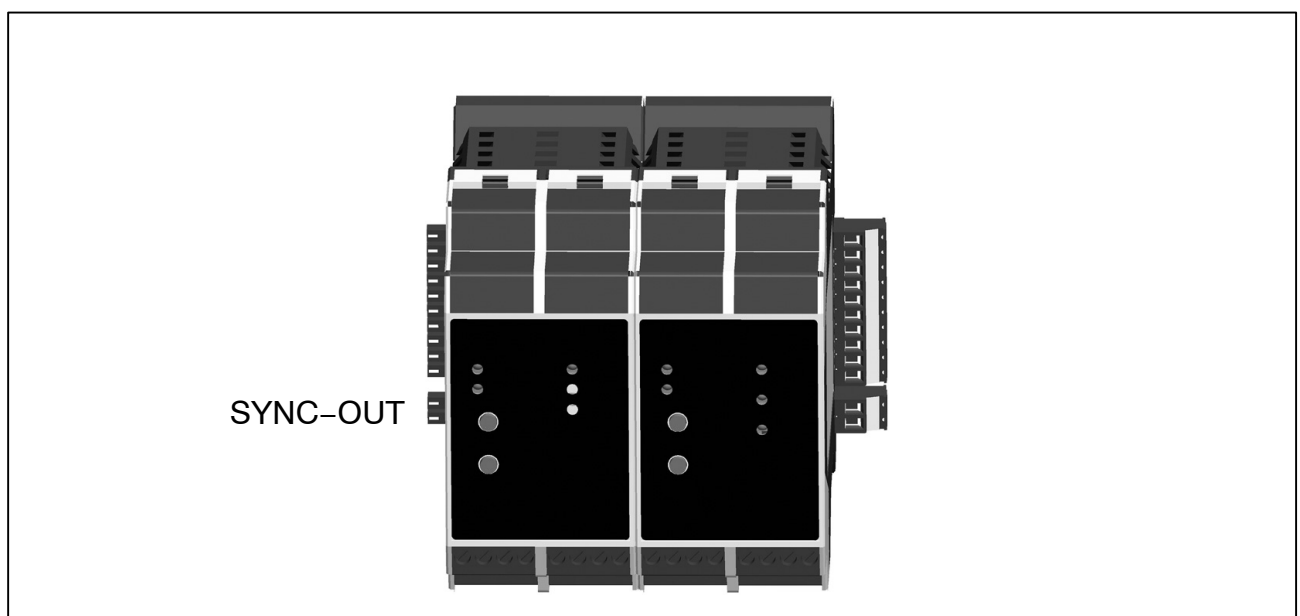
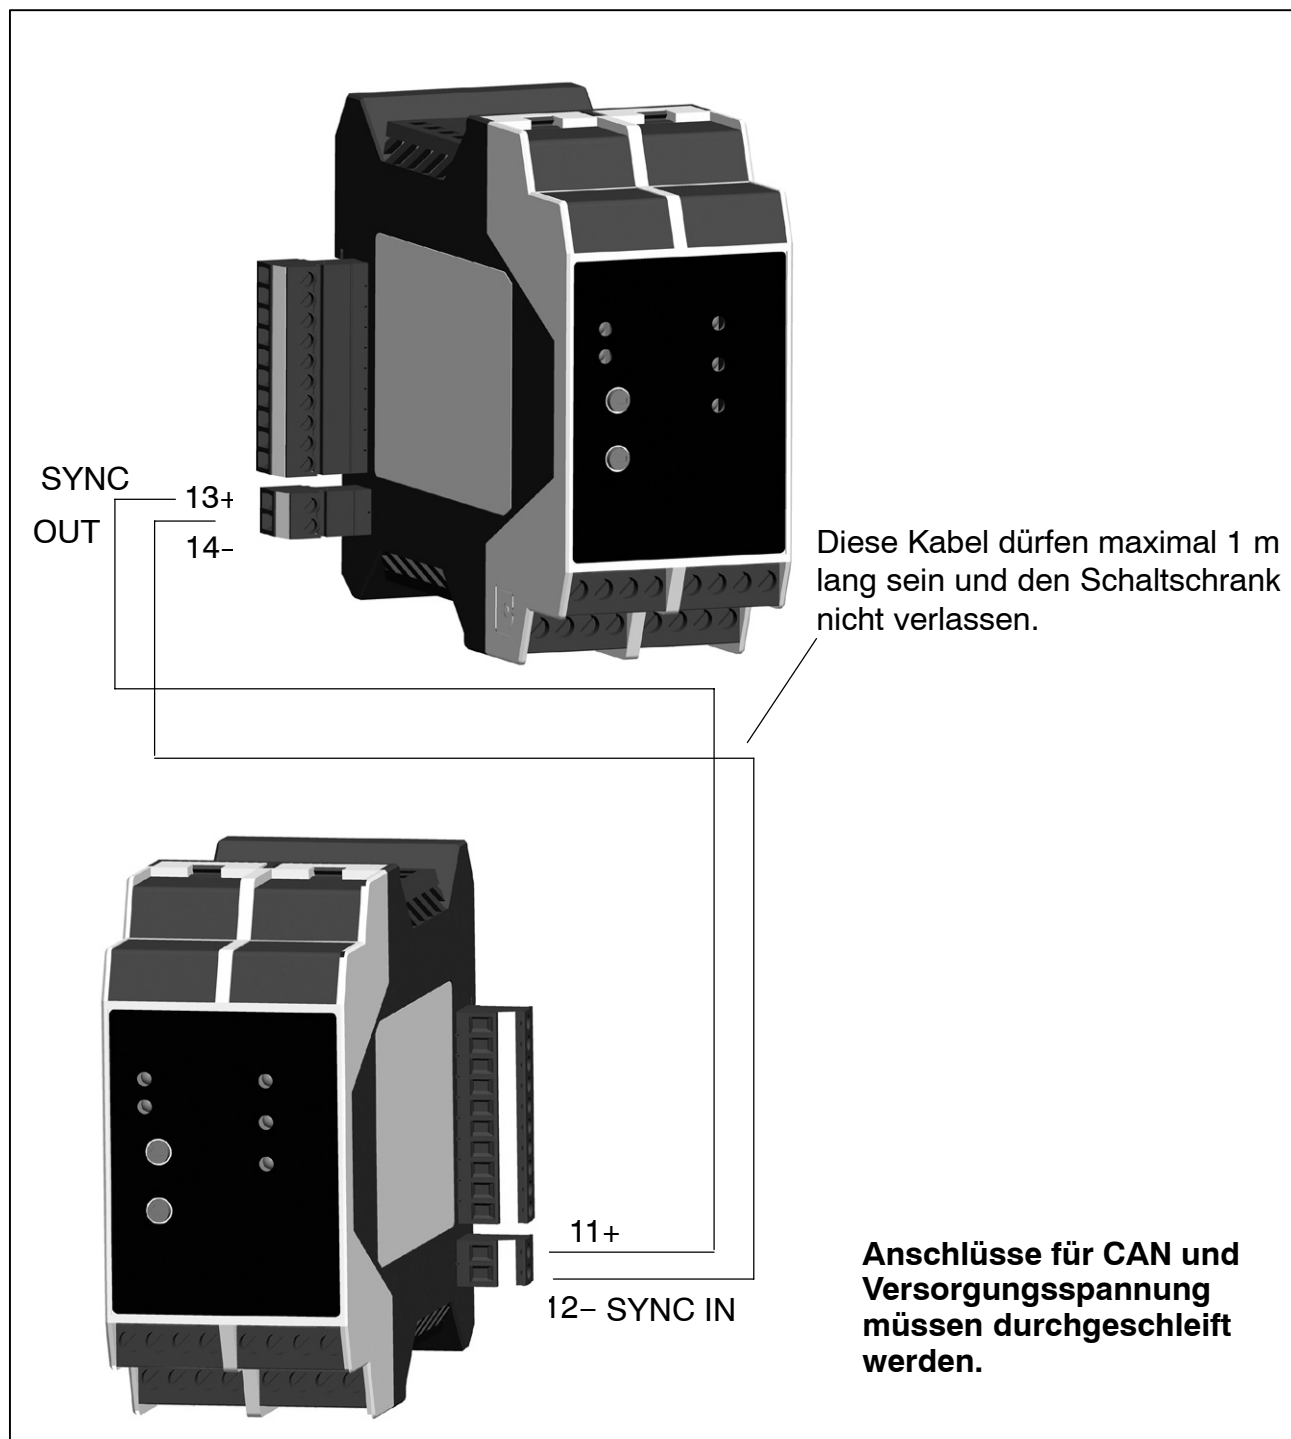

Abb. 2.4: Nebeneinander montierte Module
Abb. 3.4: Montage auf mehreren Ebenen
- bei Montage auf mehreren Ebenen: an das Modul 3 den Stecker SYNC-OUT stecken (siehe Abb. 2.4 und Abb. 3.4) und mit SYNC-IN des ersten Moduls der nächsten Ebene verbinden
Werden die Module auf mehrere Schienen verteilt, sind die 2poligen Synchronisationsstecker (1–digiCLIP–ST) zu verwenden (siehe Abb. 3.4).